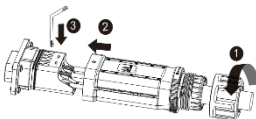
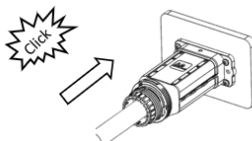

Abb. 11: Adern anschließen
Abb. 12: Abdeckung einsetzen
- 1 Konfiguriertes Kabel durch die Mutter und Abdeckung (Abb. 11 Pos. 1 & 2) führen und entsprechend der Leitungsreihenfolge am Kontaktträger (Abb. 11/Pos. 3) mit beiliegendem Inbusschlüssel befestigen [A_3 / m 4,0 Nm].
- 2 Abdeckung (Abb. 11, Pos. 3) so über den Stecker ziehen, dass das Loch in der Abdeckung sichtbar ist (Abb. 12).